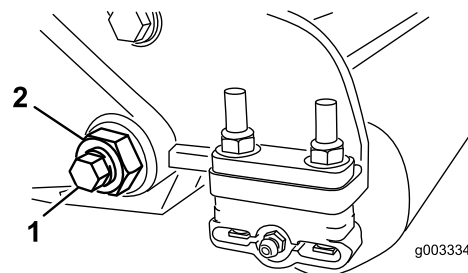
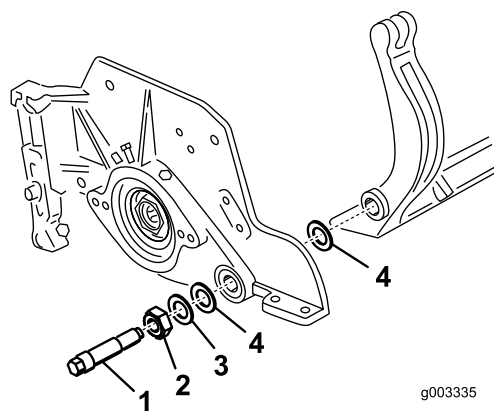
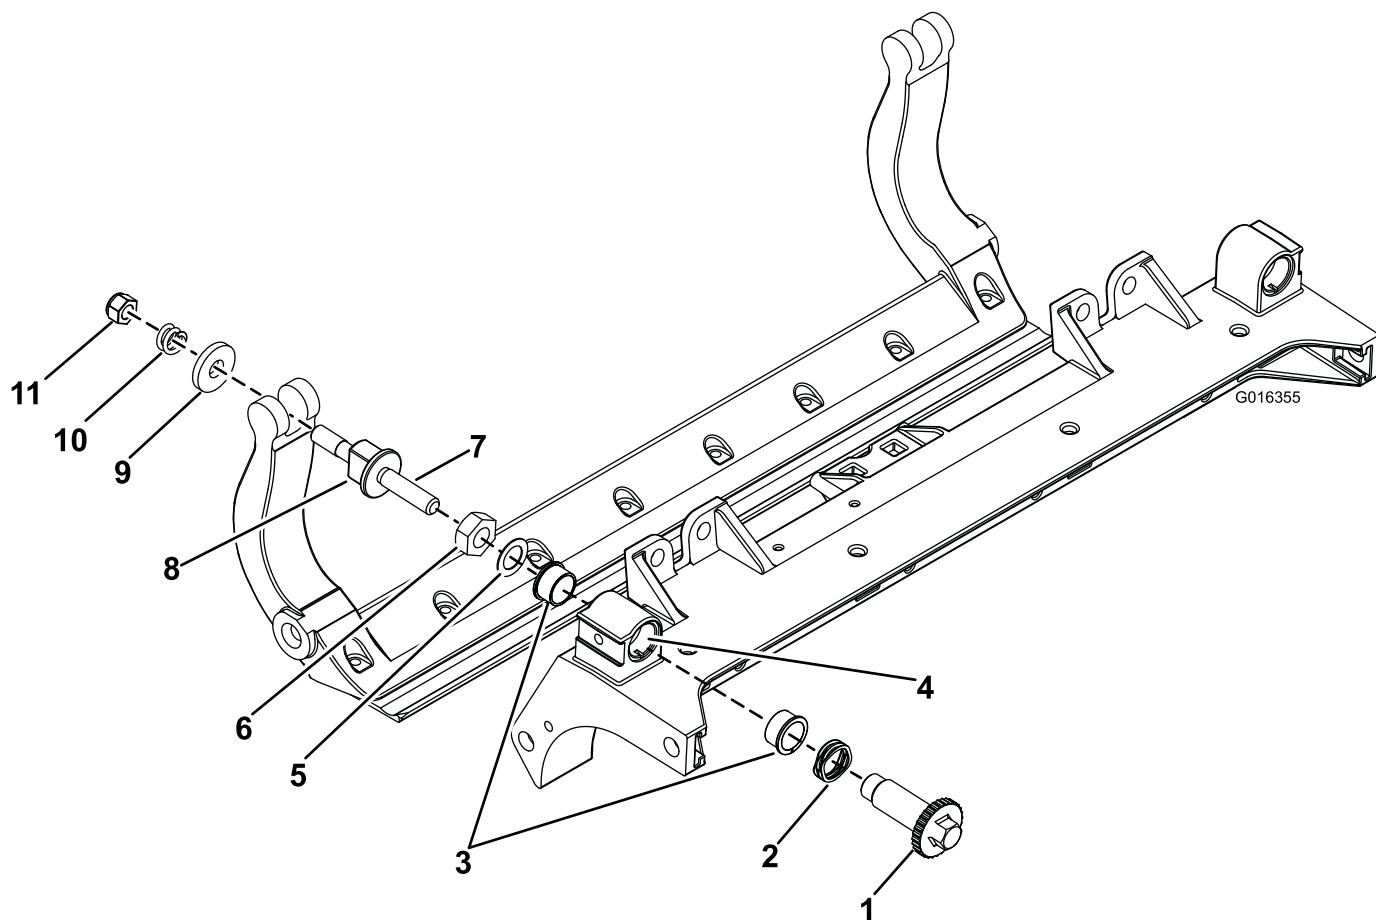

Figura 29
Figura 30
Figura 32
3. Su ciascun lato della macchina, allentate il dado di bloccaggio che fissa il bullone della barra di appoggio (Figura 29).
4. Togliete ciascun bullone della barra di appoggio consentendo alla barra di appoggio di essere tirata verso il basso e rimossa dal bullone della macchina (Figura 29). Considerate 2 rondelle in nylon e 1 rondella in acciaio stampato su ciascun lato della barra di appoggio (Figura 30).
2. Fissate la barra di appoggio su ciascuna piastra laterale mediante gli appositi bulloni (dadi sui bulloni) e 6 rondelle. Una rondella in nylon deve essere posizionata su ciascun lato della flangia di estremità della piastra laterale. Posizionate una rondella in acciaio all'esterno delle rondelle in nylon esterne (Figura 30). Serrate i bulloni della barra di appoggio a 27-36 N m.
9. Fissate la barra di appoggio su ciascuna piastra laterale mediante gli appositi bulloni (dadi sui bulloni) e 6 rondelle. Una rondella in nylon deve essere posizionata su ciascun lato della flangia di estremità della piastra laterale. Posizionate una rondella in acciaio all'esterno di ciascuna rondella in nylon (Figura 32). Serrate i bulloni della barra di appoggio a 37-45 N m. Serrate i dadi di bloccaggio finché la rondella in acciaio esterna non cesserà di ruotare e il gioco di estremità verrà eliminato, ma non serrate eccessivamente o non deviate le piastre laterali. Le rondelle all'interno possono avere un gioco (Figura 30).
1. Rimuovete tutti i componenti (fate riferimento alle Istruzioni per l'installazione del kit DPA HD Modello N. 120-7230 e a Figura 32).
2. Applicate del lubrificante Never Seize all'interno dell'elemento in cui vanno montate le boccole, sul telaio centrale dell'apparato di taglio (Figura 32).
3. Allineate le chiavette sulle boccole flangiate alle scanalature sul telaio e montate le boccole (Figura 32).
4. Montate una rondella ondulata sull'albero del dispositivo di regolazione e inserite l'albero all'interno delle boccole flangiate sul telaio dell'apparato di taglio (Figura 32).
5. Fissate l'albero del dispositivo di regolazione con una rondella piana e un dado di bloccaggio (Figura 32). Serrate il dado di bloccaggio a una coppia di 20-27 N m.